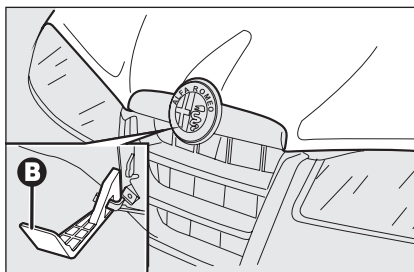

fig. 99
- ☐ premere verso l'alto la levetta **B-fig. 99** del dispositivo di sicurezza e sollevare il cofano.